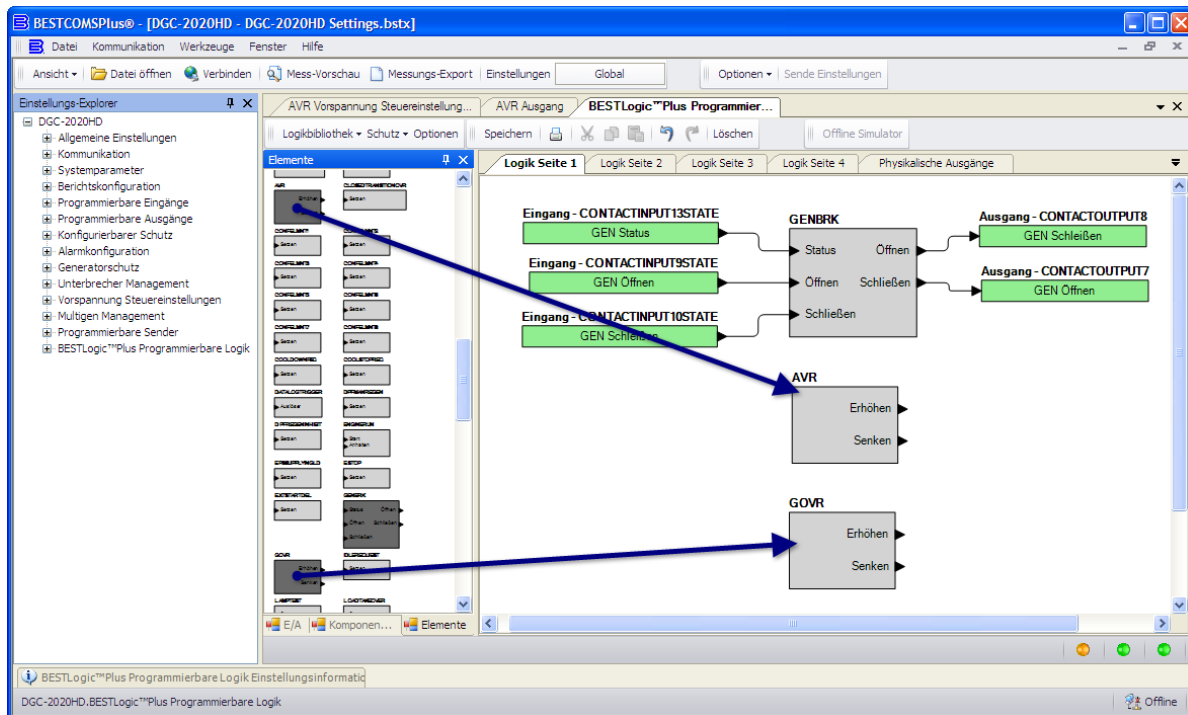

Abbildung 13-12. Synchronisator-Einrichtung in BESTLogicPlus Schritt 27
27. Wenn Sie Analogausgänge verwenden, um den Spannungsregler und Drehzahlregler vorzuspannen, ist keine weitere Einrichtung notwendig. Wenn Sie Ausgangskontakte verwenden, müssen diese so eingerichtet werden, dass sie diese Funktionen betreiben. Klicken Sie in der programmierbaren Logik BESTLogicPlus auf das Register Elemente. Ziehen Sie die GOVR und AVR Logikblöcke in das Hauptfenster der Logik. Siehe Abbildung 13-12.